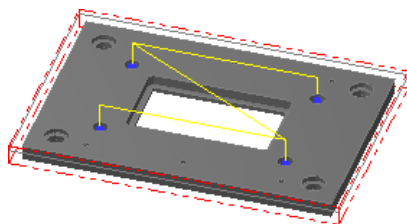

图 2.32 刀具路径
Step6. 单击“2D 刀具路径 - 螺旋铣孔”对话框中的  按钮, 完成加工参数的设置, 此时系统将自动生成图 2.32 所示的刀具路径。